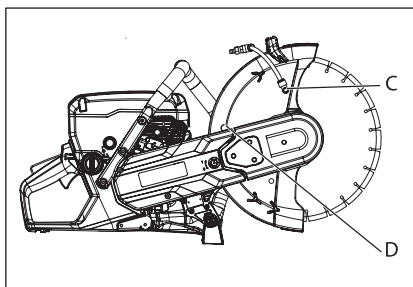

Рис. 6
3. Отсоедините штуцера водяного шланга и рукоятку от кожуха диска (С). Снимите стопор (D) (рис. 6).